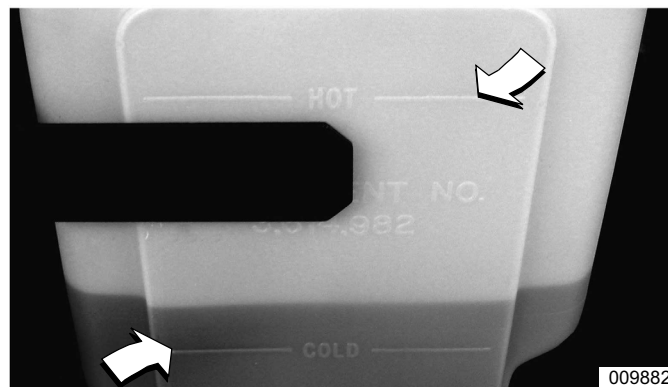

Figure 5-6. Réservoir d'expansion de liquide de refroidissement
1. Voir Figure 5-6. Vérifier que le liquide de refroidissement est entre les repères HOT (CHAUD) et COLD (FROID) du réservoir d'expansion.